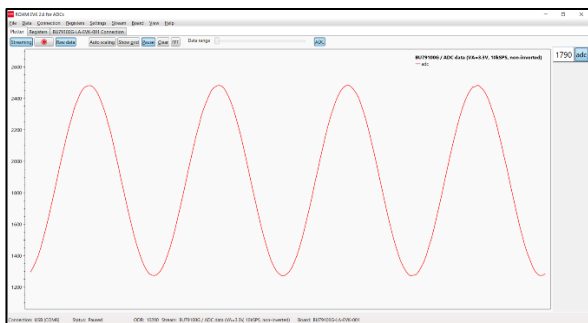

Figure 4. ADC Windows GUI 画面例
4. 適切に設定されている場合、データストリーミングが自動的に開始*3 され、画面上に BU79100G-LA の出力がリアルタイムで表示される (Figure 4)